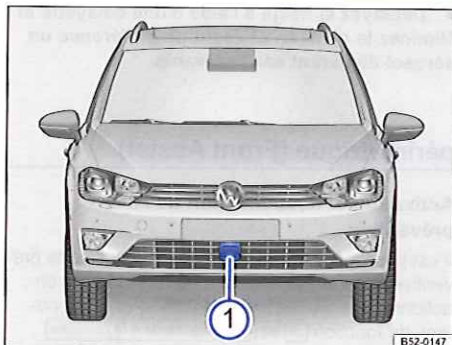

Fig. 184 Dans le pare-chocs avant : capteur radar
Afin d'évaluer les conditions de circulation, un capteur radar est monté dans le pare-chocs avant → fig. 184 ①. Ce capteur permet de détecter les véhicules qui vous précèdent jusqu'à une distance de 120 m environ